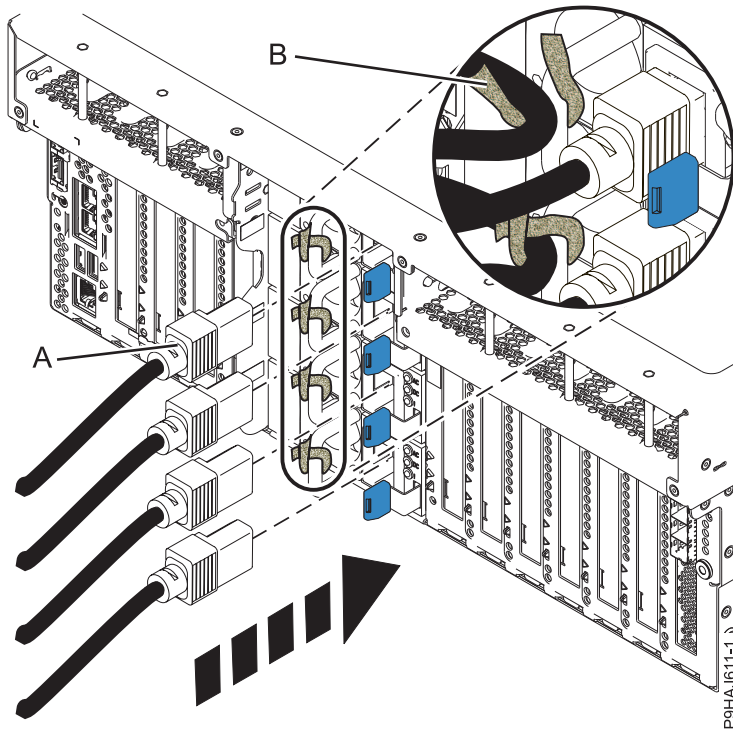
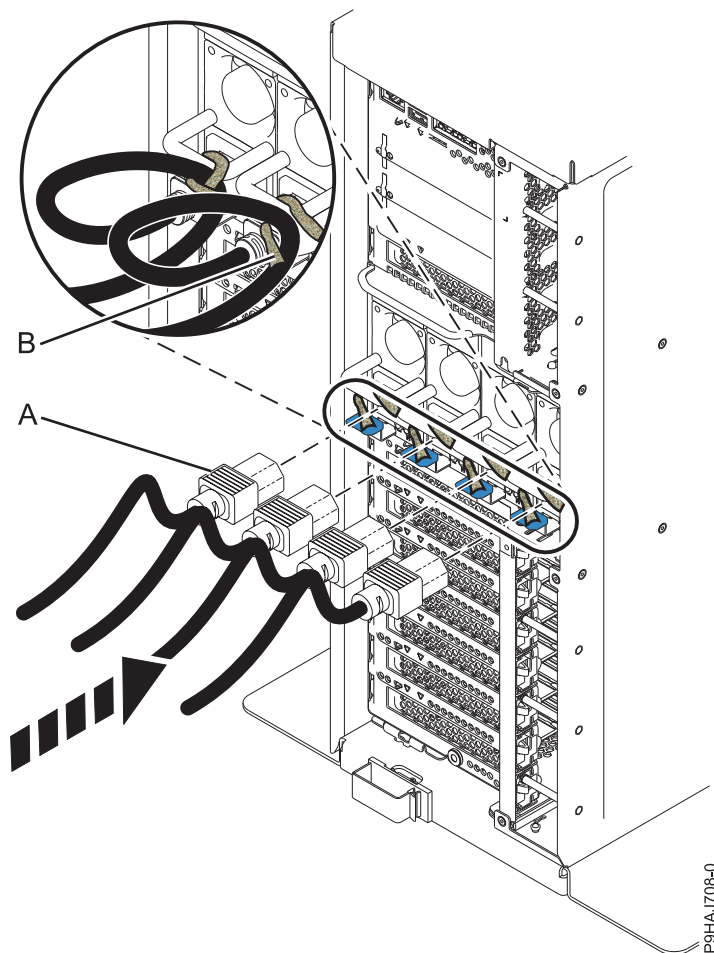

Abbildung 44. Netzkabel an ein Einschubsystem anschließen
Abbildung 45. Netzkabel an ein Standalone-System anschließen
2. Schließen Sie die Netzkabel (A) mithilfe Ihrer Beschriftungen wieder an die Systemeinheit an. Befestigen Sie die Netzkabel (A) mit den Klettverschlüssen (B) am System (siehe Abb. 44 auf Seite 62 oder Abb. 45 auf Seite 63).